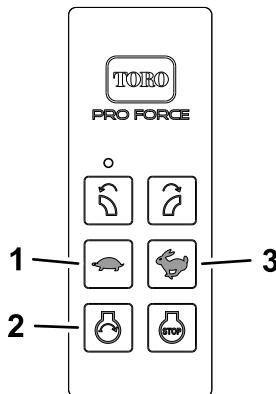

Figura 19
1. Mantenga pulsado el botón DE ARRANQUE DEL MOTOR (Figura 19) del control remoto hasta que el motor arranque.
3. Ajuste la velocidad del motor usando el control remoto pulsando el botón AUMENTAR LA VELOCIDAD DEL MOTOR o el botón REDUCIR LA VELOCIDAD DEL MOTOR (Figura 19).